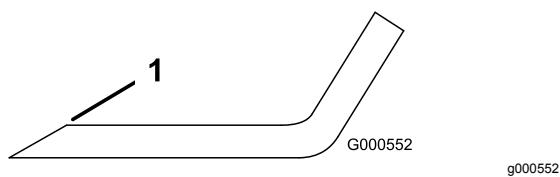

Figura 94
1. Utilice una lima para afilar el filo de corte en ambos extremos de la cuchilla (Figura 94).
Nota: Si la cuchilla no está equilibrada, rebaje algo el metal en la parte de la vela solamente con una lima (Figura 94).